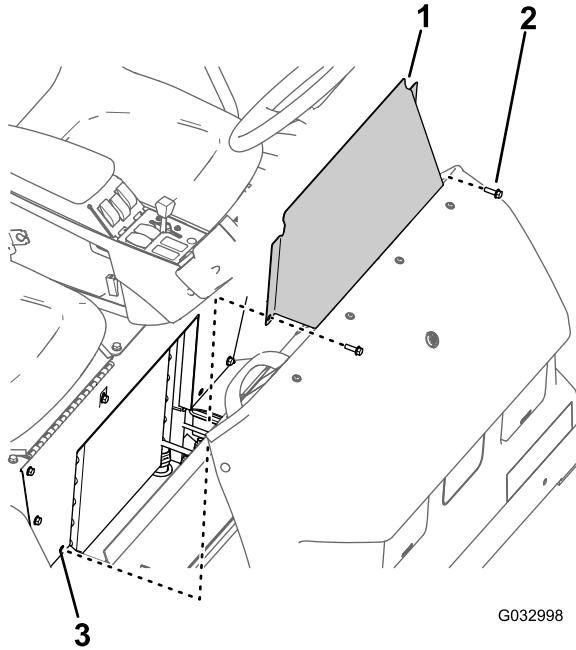

Bild 69
1. Entfernen Sie die zwei Bundkopschrauben, mit denen die Abdeckplatte am Sitzunterteil befestigt ist (Bild 69).
2. Nehmen Sie die Abdeckplatte am Sitzunterteil von der Maschine ab (Bild 69).
1. Fluchten Sie die Löcher in der Abdeckplatte des Sitzunterteils mit den Löchern im Sitzunterteil aus (Bild 69).
2. Befestigen Sie die Abdeckplatte des Sitzunterteils mit den zwei Bundkopschrauben (Bild 69) am Sitzunterteil, die Sie in Schritt 1 in Entfernen der Abdeckplatte am Sitzunterteil \(Seite 57\) entfernt haben.